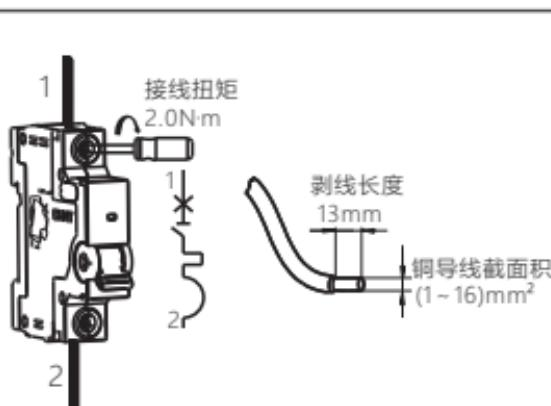

图5 NBH-63(H)接线方式
5.4 适用于铜导线连接，导线选择见表2，接线方式及剥线长度示意如下图5